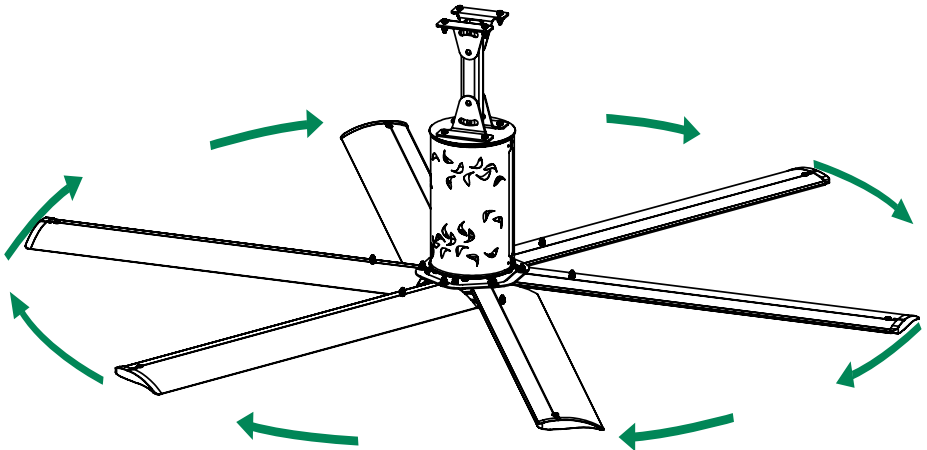

Fig. 20.1
20.7 Verifique la rotación apropiada del ventilador. El giro debe ser en sentido opuesto de las manecillas del reloj, cuando se observa desde el suelo (Fig. 20.1).